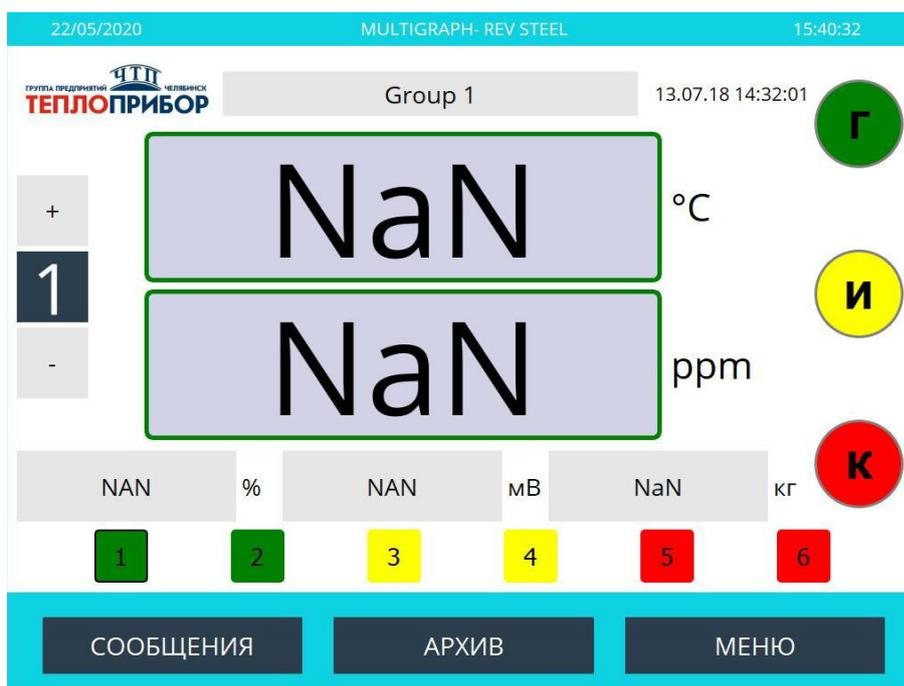

Рисунок 2.7 – Главное меню
2.4.3 Прибор информирует на экране цветовыми схемами (рисунок 2.7):
- номер плавки (1), максимальное значение номера плавки – 9;